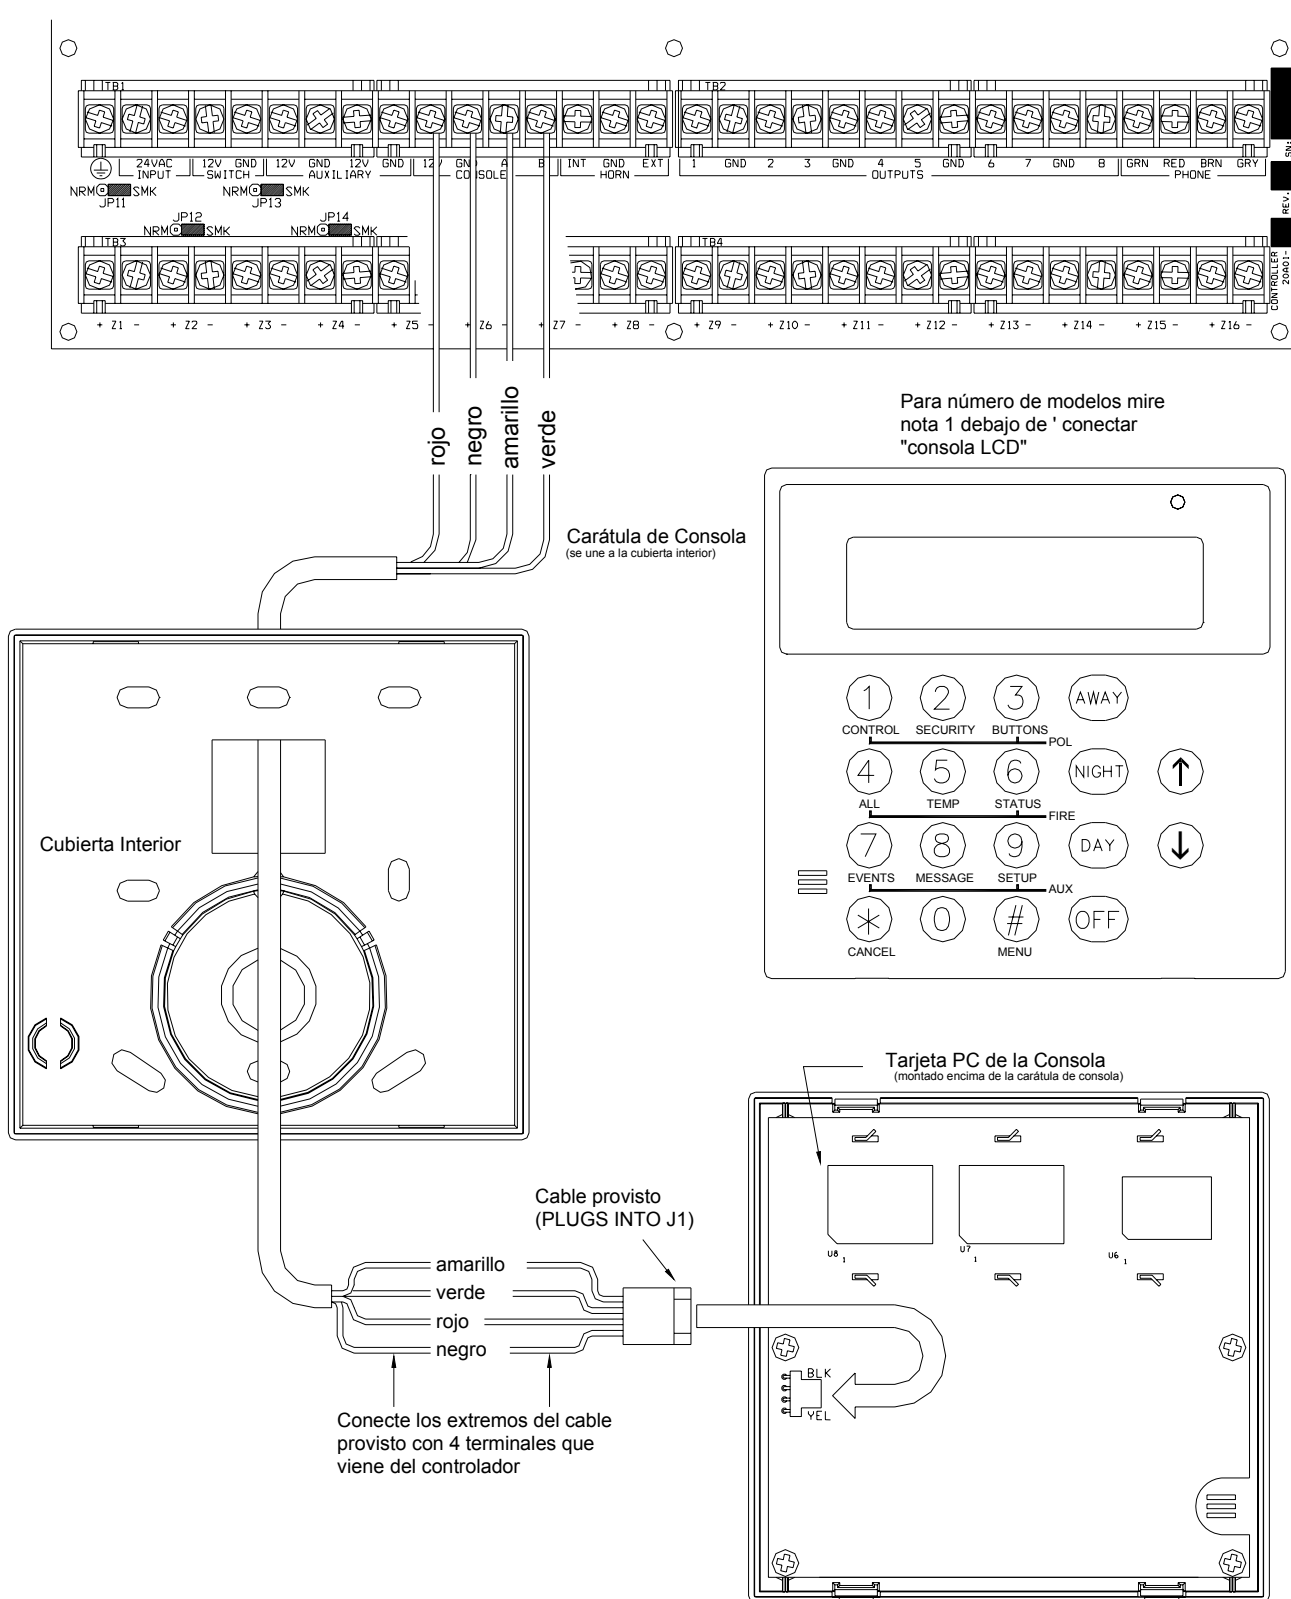

FIGURA 7 - CONEXIONES DE CONSOLA
5. Refierase a la FIGURA 7 (CONEXIONES DE CONSOLA) para esta configuracion.